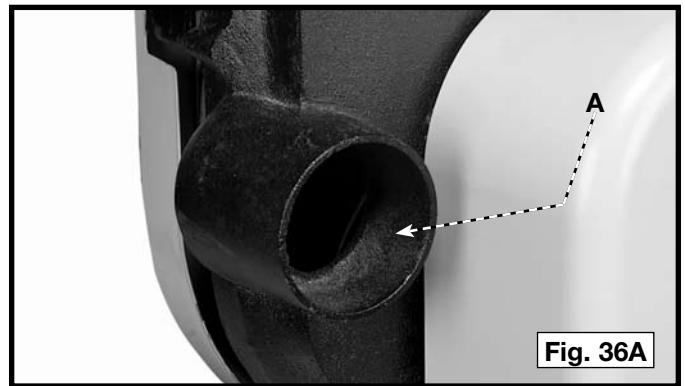

Fig. 36A
Une goulotte à poussière (A) fig. 36A vous permet de raccorder la scie à ruban à un système de captation de poussière.